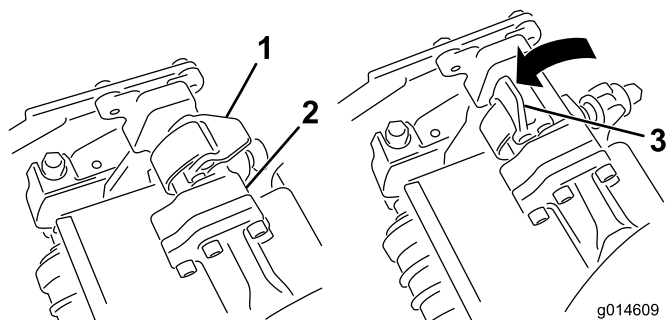

Figure 12
5. Les verrous de la barre de bras de suspension étant orientés en haut (c.-à-d. ouverts) (Figure 12), poussez le bras de suspension vers le bas pour que la barre s'engage sur la barre transversale en haut du plateau de coupe (Figure 13).
6. Fermez les verrous autour de la barre du plateau de coupe et bloquez-les en place (Figure 12).